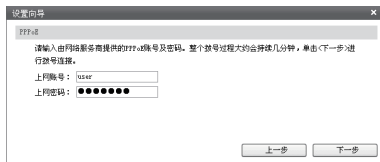

图4-7 连接方式-PPPoE
- 1) 如果上网方式为PPPoE,即ADSL虚拟拨号方式,则需要填写网络服务商提供的ADSL上网账号与上网口令,如图4-7所示。